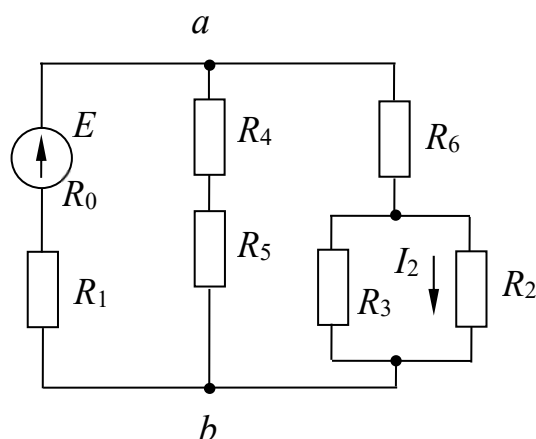

Рисунок 5 – Электрическая цепь
**Задача.** Для цепи (рисунок 5) известны значения  $R_0$  (внутреннее сопротивление источника),  $R_1, R_2, R_3, R_4, R_5, R_6$  и ток  $I_2$ . Определить ЭДС источника, а также значения токов в ветвях.